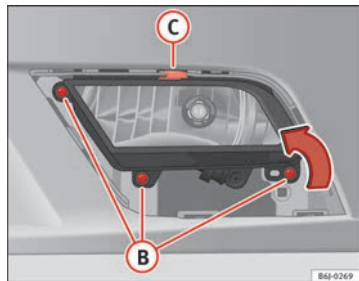

Fig. 171 Faro fendinebbia
- Rimuovere le viti (3x) ⇒ fig. 171 (B) per estrarre il faro fendinebbia.
- Rimuovere la graffa metallica situata nella parte superiore del faro fendinebbia tirando verso l'esterno ⇒ fig. 171 (C).